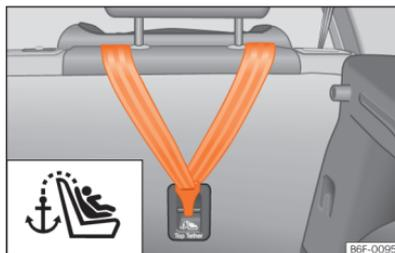
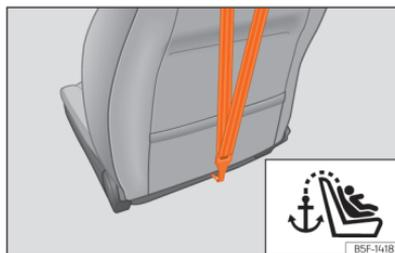

Fig. 43 Parte posterior dos bancos traseiros: argolas de fixação para o cinto Top Tether.
Fig. 44 Parte posterior do encosto do banco do passageiro: fixação para o cinto Top Tether.
do banco traseiro e do passageiro (identificado com o símbolo ) e proporciona maior retenção »» Fig. 43, »» Fig. 44.
- Deslize a correia e fixe-a corretamente na fixação da parte posterior do encosto >>> Fig. 43, >>> Fig. 44.